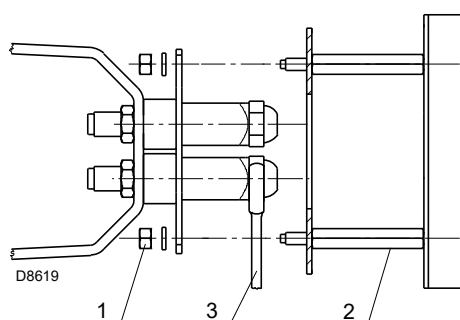

Fig. 12
- Retirer les écrous 1)(Fig. 12) et l'ensemble disque diffuseur 2).
- Remplacer le gicleur avec la clé 3)(Fig. 12).